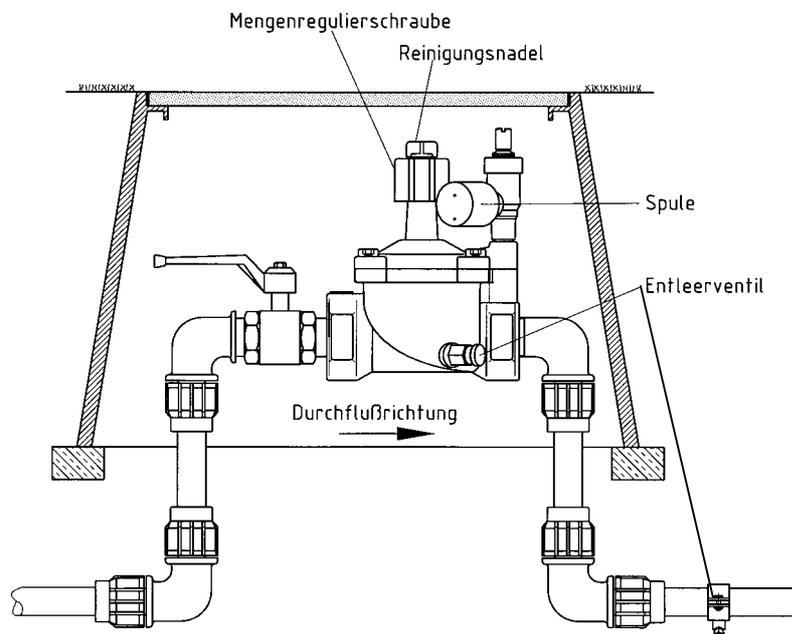

Abbildung 3
- ☆ Reinigungsnadel 1 mal jährlich heraus drehen und säubern. (siehe Abbildung 3)
- ☆ Spule ausbauen auf Verschmutzung überprüfen und gegebenenfalls reinigen.(siehe Abbildung 3)
7.4 Ausbau / Einbau der Membrane – Filtereinheit (siehe Bild 3)